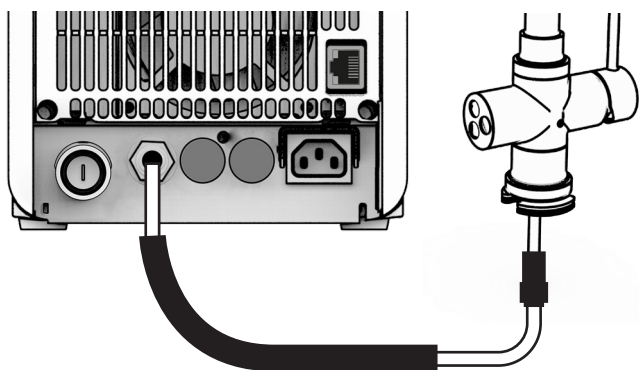

Fig. 1-15
20.2 - Inserire a pressione il tubo in PE con guaina anticondensa proveniente dal rubinetto, nel lato posteriore della macchina fino al punto di arresto, vedi fig 1-15. **ATTENZIONE,** accertarsi che tutti i componenti siano adeguatamente installati in quanto vi scorrerà acqua sotto pressione.